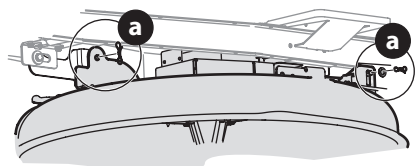

Figura 32
5. Extraiga los pasadores de chaveta con unión curva (a) que aún están sujetando la plataforma al tractor cortacésped (Figura 32).
NOTA: durante el reensamblado, los pasadores de chaveta con unión curva (a) se deben volver a colocar de arriba hacia abajo (Figura 32).